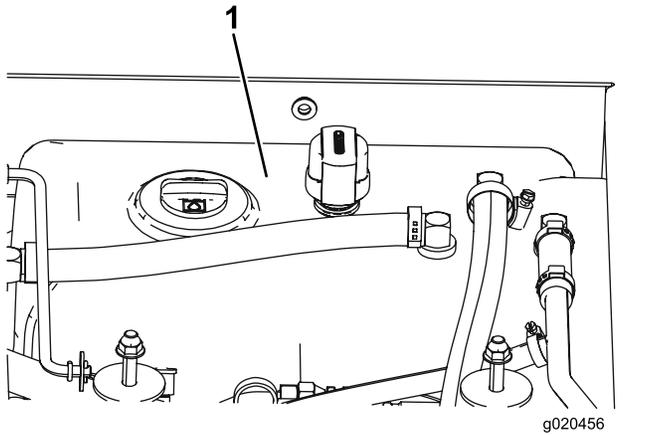

Bild 80
- Füllen Sie den Hydraulikbehälter (Bild 80) mit Hydrauliköl, siehe Prüfen des Hydrauliköls (Seite 65).